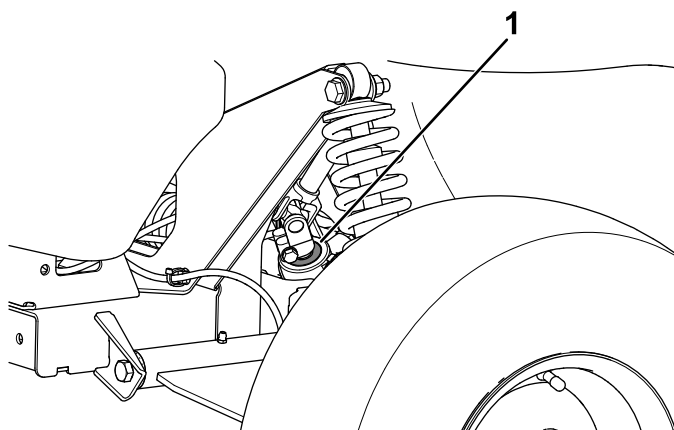

Figura 51
**Importante:** Ispezionate lo stato e la sicurezza della guarnizione dell'albero del pignone (Figura 51).